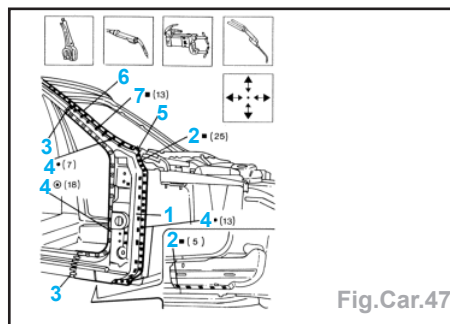

Fig.Car.47
- Effectuer une soudure MIG dans les trous percés sur le renfort de bas de caisse (2).
- Effectuer une soudure par points sur les bords de l'élément de rechange (3).
- Positionner et bloquer le pied avant (1) sur le véhicule (Fig.Car.47).